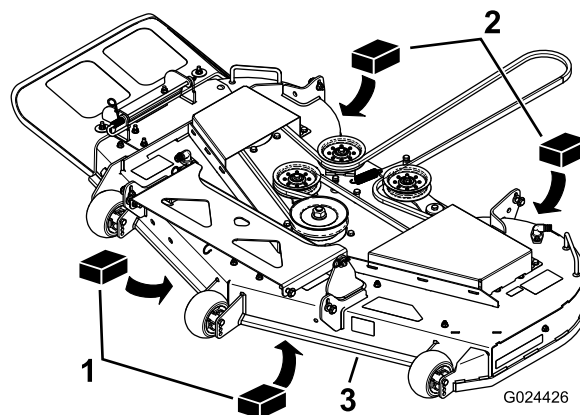

Figura 71
- Posizionate 2 blocchi da 6,6 cm sotto ciascun lato del bordo anteriore del piatto di taglio, ma non sotto le staffe dei rulli antistrappo (Figura 71).
- Posizionate 2 blocchi spessi 7,3 cm sotto il bordo posteriore della falda del piatto di taglio, uno su ciascun lato del piatto (Figura 71).